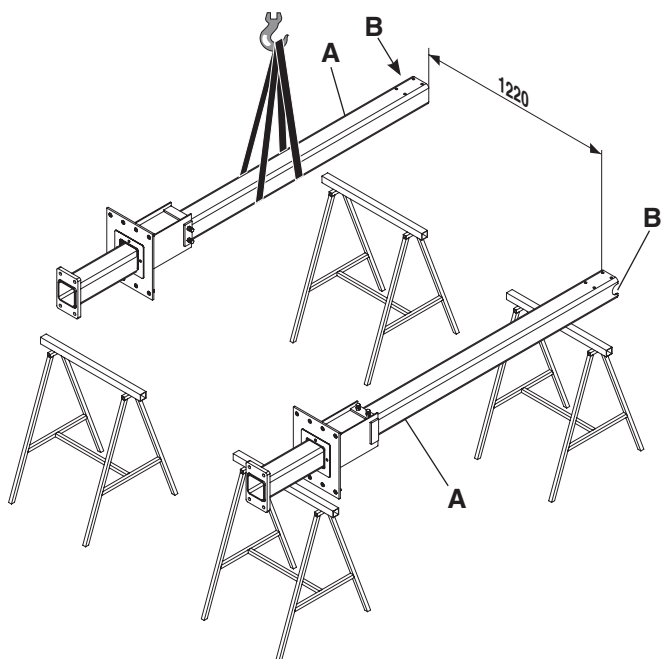

Fig. 10
- Sollevare le due colonne (A), disporle su quattro cavalletti (fig. 10) ad una distanza di circa 1220mm con gli scassi (B) all'esterno.
- Montare l'angolare di collegamento (G).
- Montare la piastra (H) su entrambi i pistoni per non farli uscire nel momento in cui il telaio viene montato nella parte sotterranea.
- Lift the two posts (A), and lay them onto four stands (fig. 10) at a distance of about 1,220 mm one from another, and with the shaped recesses (B) facing out.
- Fit connection angle bar (G).
- Fit plate (H) on both pistons, so as to prevent them from coming out when frame is assembled in the underground area.
- Die zwei Säulen (A) anheben und auf vier Auflageblöcken (Abb. 10) in einem Abstand von ca. 1220 mm mit den Aussparungen (B) nach außen anordnen.
- Den Verbindungswinkel (G) einbauen.
- Die Platte (H) auf beiden Kolben montieren, damit diese nicht dann heraustreten, wenn der Rahmen in den unteren Teil eingebaut wird.
- Soulever les deux colonnes (A), les poser sur quatre chevalets (fig. 10) à une distance d'environ 1220mm avec les cavités (B) vers l'extérieur.
- Monter le profil d'angle de liaison (G).
- Monter la plaque (H) sur les deux pistons pour ne pas les faire sortir lorsque le bâti sera monté dans la partie souterraine.
- Levantar las dos columnas (A), colocarlas sobre cuatro caballetes (fig. 10) a una distancia de unos 1220 mm con los encajes (B) hacia fuera.